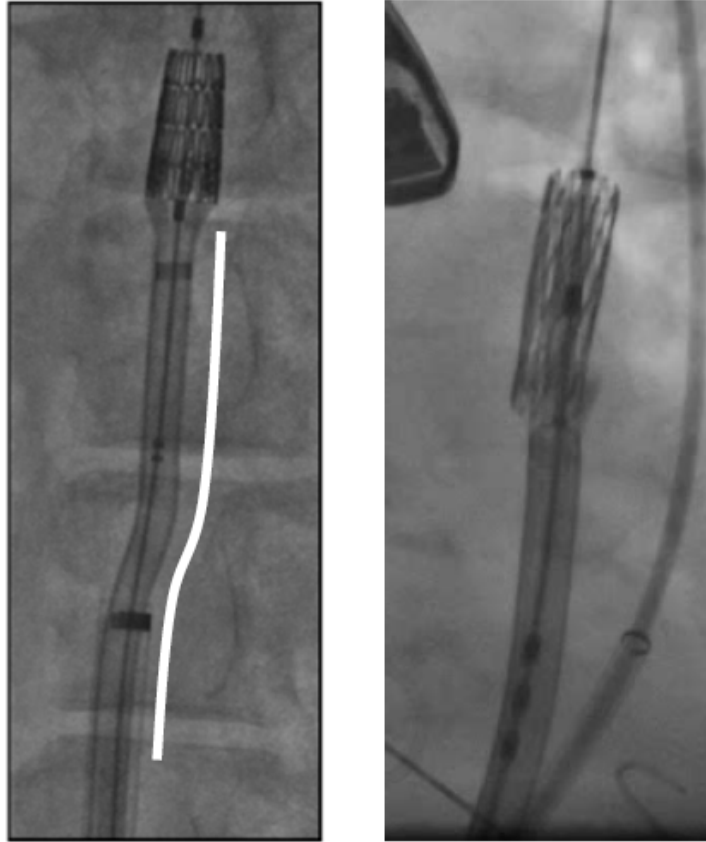

Figure 1 : Compression de la tige flexible du système d'administration (gauche) et « plongée » de la valve (droite).
- Si vous rencontrez des difficultés excessives au cours de l'alignement de la valve, cela peut indiquer que vous tentez d'aligner la valve dans une section non droite du système vasculaire où l'alignement risque de ne pas pouvoir être effectué en toute sécurité. Dans ce cas de figure, vous devrez repositionner le système de mise en place dans une autre section droite de l'aorte et relâcher la compression (ou la tension) dans le système (voir Figure 1).
La figure 1 illustre des exemples de compression/tension dans le système au cours de la procédure :